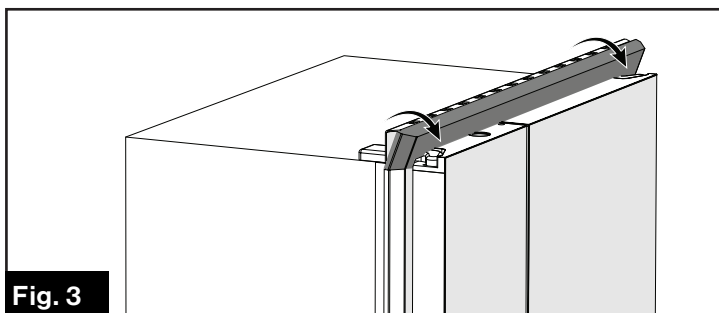
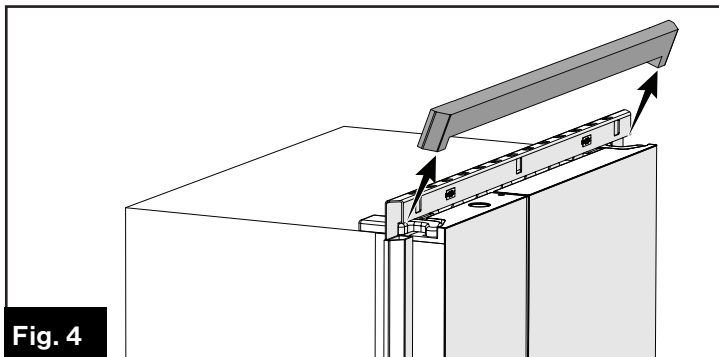
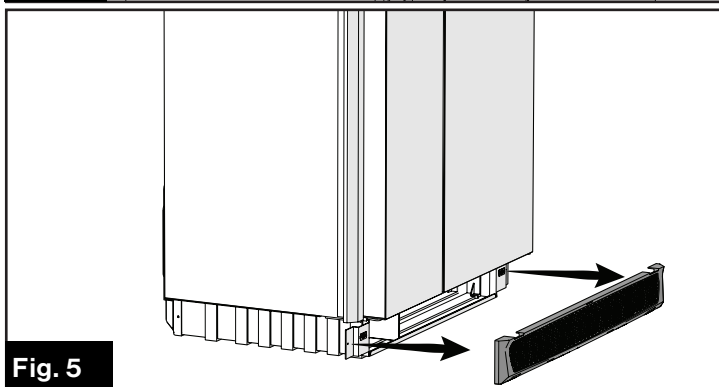

Fig. 3
Fig. 4
Fig. 5
4. Tire de la parte superior de la ventilación hacia usted y levante para sacarla del refrigerador. (Fig. 3 y Fig. 4) Tire de los lados izquierdo y derecho para quitar la ventilación de entrada inferior del refrigerador. (Fig. 5)